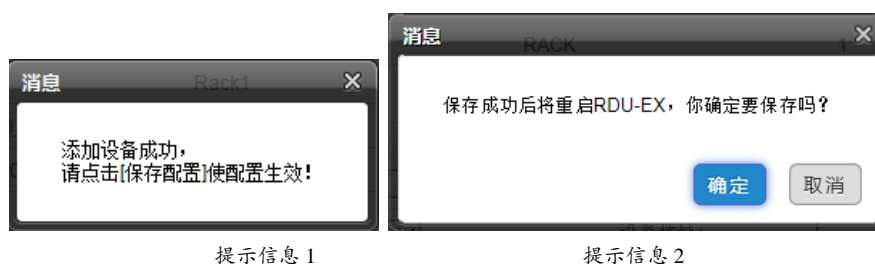

图3-37 提示信息
- 7) 点击**添加设备**按钮，弹出如图 3-37 所示提示信息 1，同时在设备列表中增加一条设备信息；
- 8) 点击**保存配置**按钮，弹出如图 3-37 所示提示信息 2；